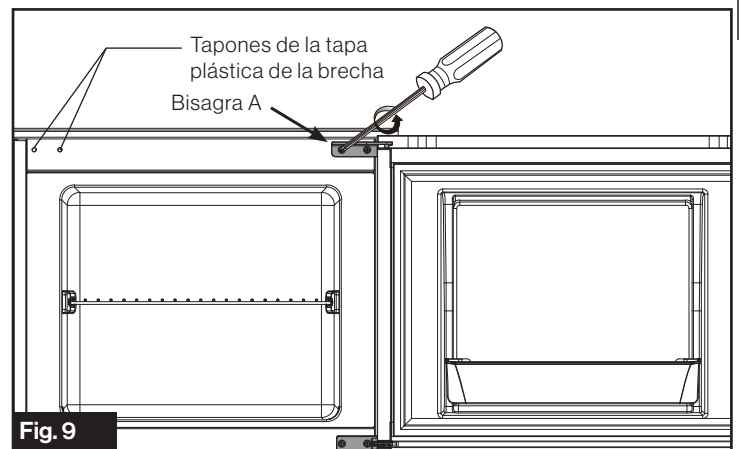

Fig. 9
- Quite los tornillos de fijación de la bisagra A para desarmar la puerta del congelador. (Fig. 9) Retire los tapones de la tapa plástica de la brecha del lado izquierdo del refrigerador y déjelos a un lado para usar más adelante.